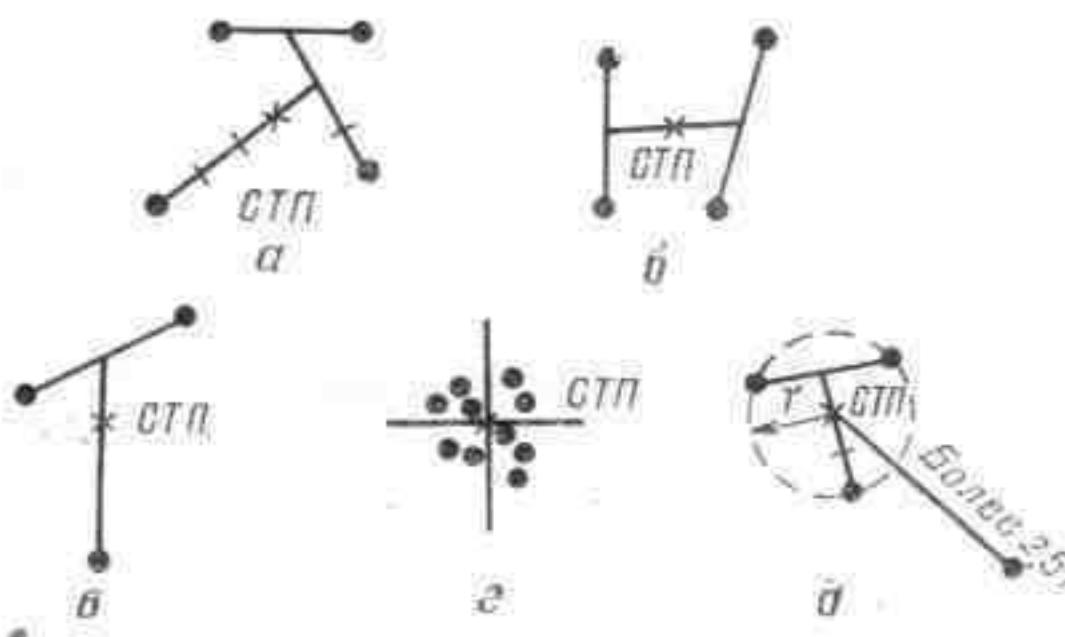

Рис. 66. Определение средней точки попадания (СТП):
70. Если кучность пробоин нормальная, определяется средняя точка попадания (рис. 66) и ее положение относительно контрольной точки.